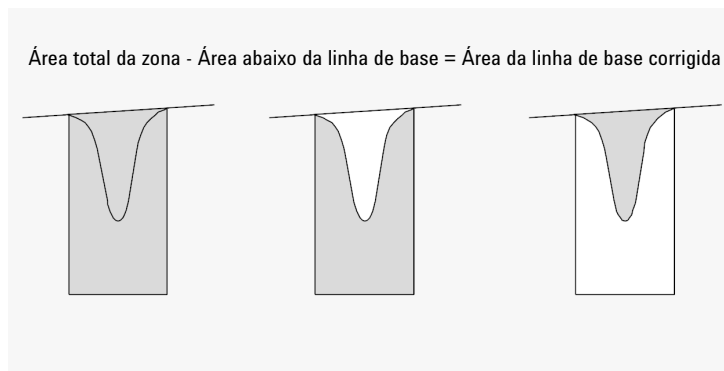

Figura 12 Medição da área para picos negativos
- para picos tangentes (T), a área acima da linha de base redefinida;
- para picos do solvente (S), a área acima da extensão horizontal a partir do ponto da linha de base encontrada por último e abaixo da linha de base de redefinição dada aos picos tangentes (T). Um pico do solvente pode aumentar muito devagar para ser reconhecido ou pode haver um grupo de picos na execução que você acha que deve ser tratado como um solvente com um conjunto de riders. Isto geralmente envolve um grupo de picos unido onde o primeiro é muito maior que os outros. O tratamento simples de queda de linha de base iria exagerar os picos posteriores porque eles estão na verdade na cauda do primeiro. Ao forçar o primeiro pico a ser reconhecido como um solvente, o resto do grupo é retirado da cauda;
- picos negativos que ocorrem abaixo da linha de base têm uma área positiva, como mostrado em Figura 12 na página 34.